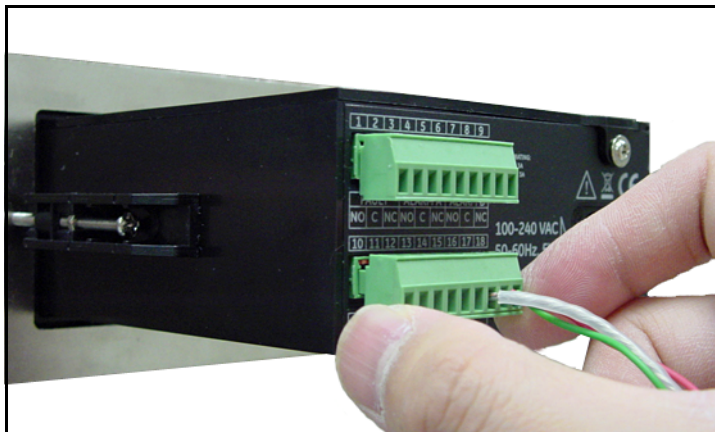

Figure 25: Steek de connector opnieuw in het aansluitblok
4. Steek de connector opnieuw in het onderste aansluitblok aan de achterkant van de **dew.IQ** (zie *Figure 25* hieronder).